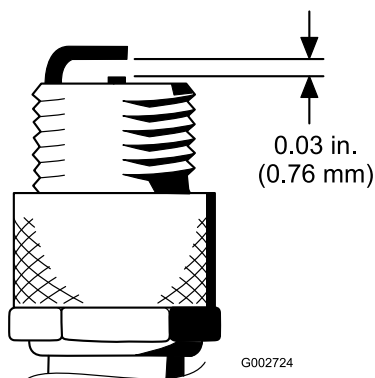

Bild 51
4. Stellen Sie den Abstand zwischen der Mittel- und der Masselektrode auf 0,76 mm ein (Bild 51).